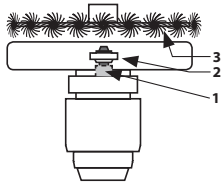

Abb. 13C
• Winkelschleifer für Scheibendurchmesser 115 mm oder 125 mm können für Topfbürsten mit Durchmesser 65 mm eingesetzt werden. Topfbürsten mit größerem Durchmesser sind zu schwer für diese Winkelschleifer, wodurch hohe Schwingungen entstehen, die den Schleifer beschädigen. Topfdrahtbürsten mit Durchmesser 75 oder 80 mm sind für die Scheiben mit Durchmesser 150 mm und Topfdrahtbürsten mit Durchmesser 100 mm sind für die Winkelschleifer für Scheiben mit Durchmesser 230 mm bestimmt. Der maximal zulässige Durchmesser der Bürstenscheibe für 115-mm-Winkelschleifer beträgt 100 mm. Bei 125-mm-Winkelschleifern 115 mm und bei größeren Winkelschleifern 125 mm. Setzen Sie die Radialbürste (Abb. 13C) für die Spindel der Schleifmaschine 1 auf die untere Scheibe 2 in der Ausrichtung gemäß Abb. 13c, d. h. mit der Bürstenmutter nach oben, und ziehen Sie sie dann mit dem Montageschlüssel richtig fest. Die Drähte der Bürste dürfen die Schutzabdeckung nicht berühren und gleichzeitig darf die Bürste nicht über die Schutzabdeckung hinausragen, um den Schutz des Benutzers zu gewährleisten. Ohne die untere Unterlegscheibe (2) berühren die Bürstendrähte die Schutzabdeckung, was nicht zulässig ist.